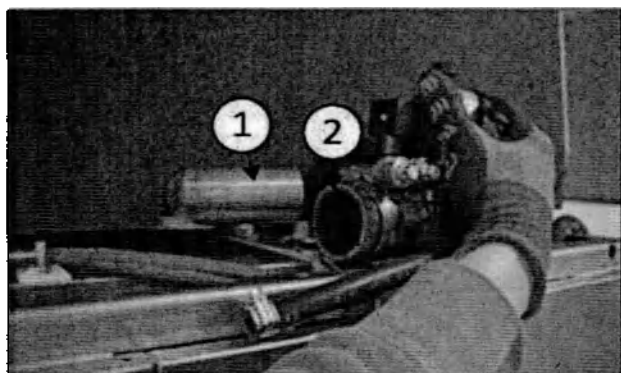

Рис. 6.8
5) Вставьте боковой патрубок нагревателя воды (1 Рис. 6.8) в трубу слива воды (2 Рис. 6.8).